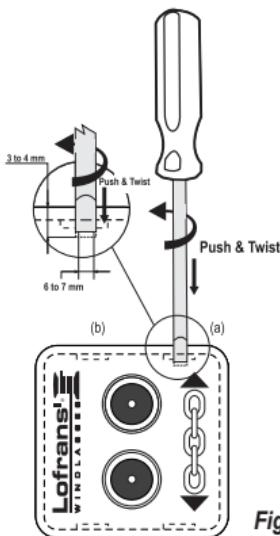

Fig.5
- Um die aufgesetzte Abdeckung zu entfernen, schieben Sie einen Schlitzschraubendreher mit einer 6-7 mm breiten Spalte zwischen die aufgesetzte Abdeckung und das Armaturenbrett an Position (a) und anschließend an Position (b) und drehen Sie die Spitze leicht. Drücken Sie die Spitze des Schraubendrehers vor dem Verdrehen mindestens 3 bis 4 mm ein. (siehe Abb.5)